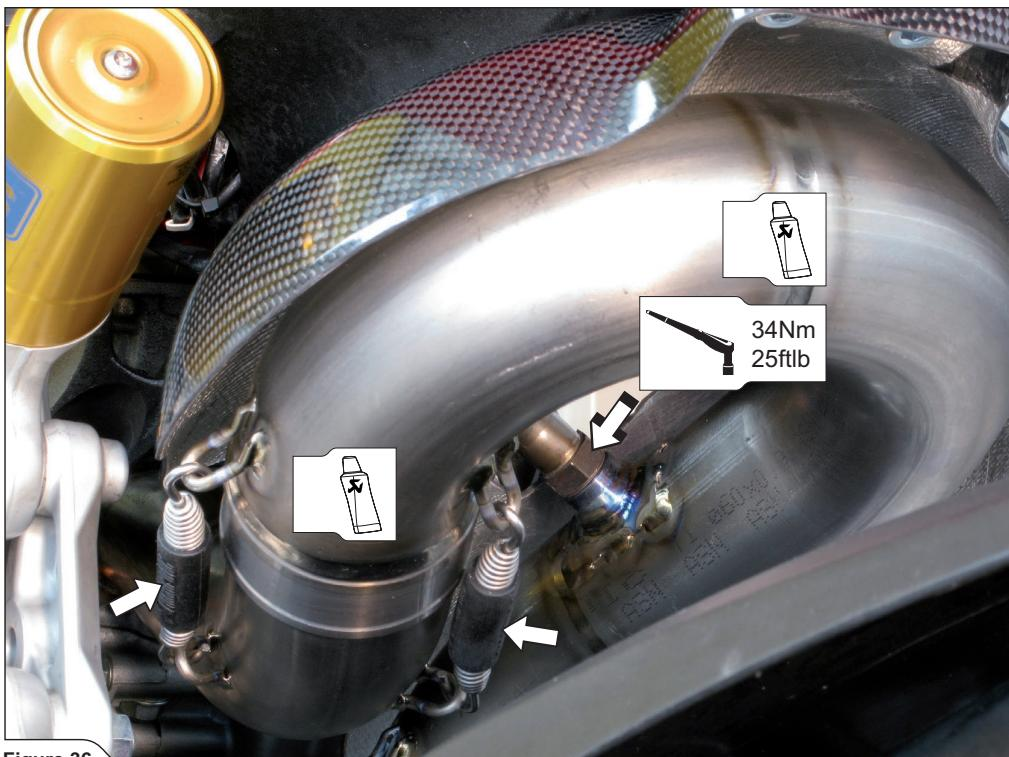

Figure 36
- Faire coulisser le tuyau de raccordement avant sur le collecteur, accrocher le ressort et serrer la sonde lambda (Figure 36).
- Das hintere Verbindungsrohr auf den Krümmer schieben, die Federn anschließen und die Lambdasonde anziehen (Figure 36).